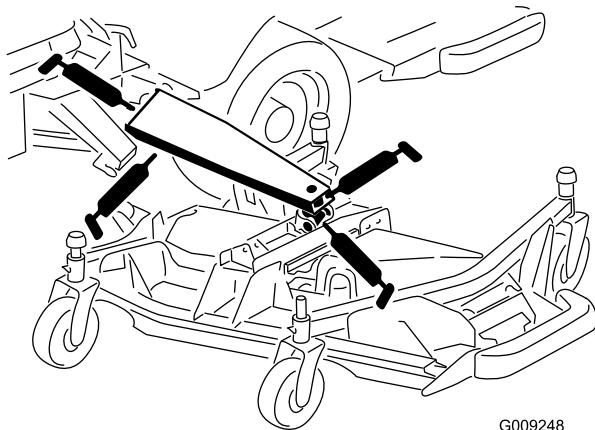

Bild 83
- 3 Haupt-Hubarmbüchsen (Bild 83)
- 1 Hubzylinder-Drehbüchse (Bild 83)